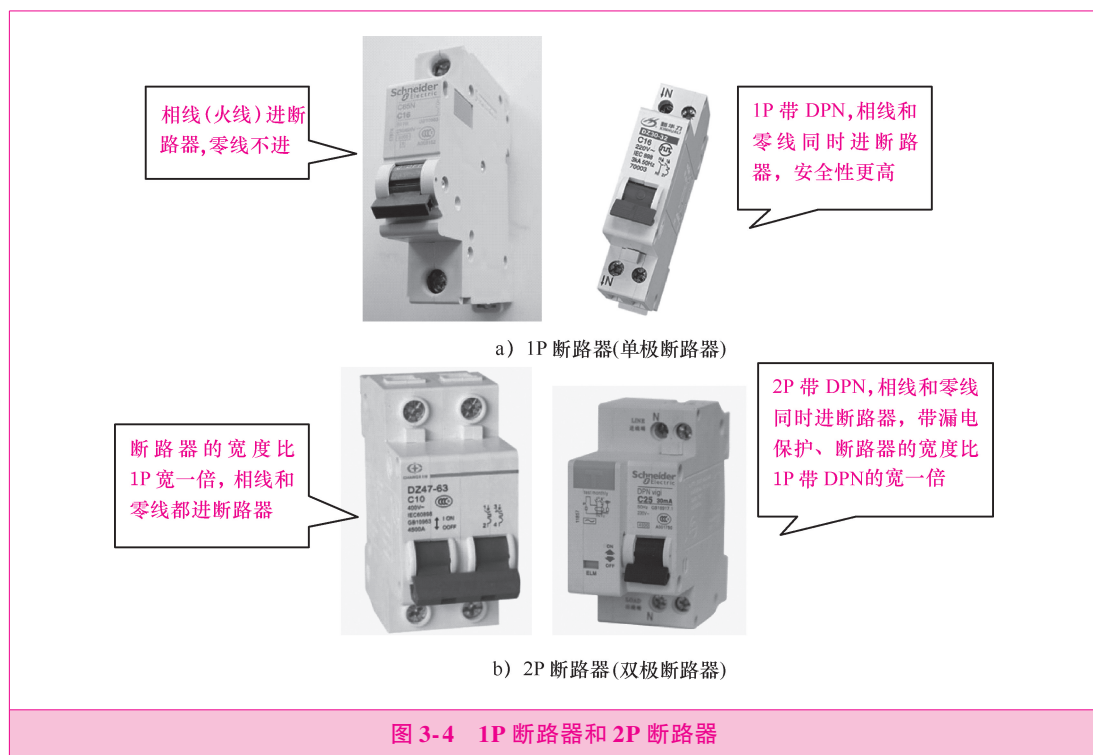

图 3-4 1P 断路器和 2P 断路器
3) 选用低压断路器时，在类型、等级、规格等方面要**配合上、下级开关的保护特性**，不允许因本级保护失灵导致越级跳闸，扩大停电范围。如图 3-4 所示为家庭及类似场所常用低压断路器的类型。